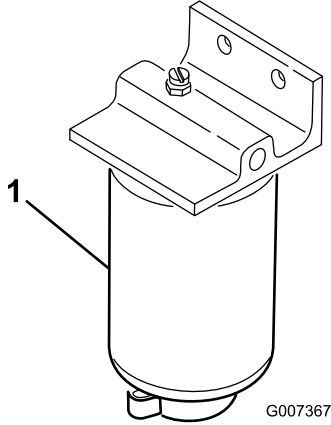

图36
3. 打开燃油滤清器上的排油塞，大约旋转一周，排干积水（图36）。